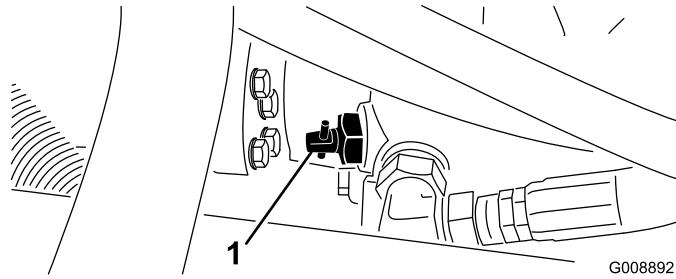

Figura 26
1. Localice la válvula de desvío en la bomba (Figura 26) y gírela 90°.